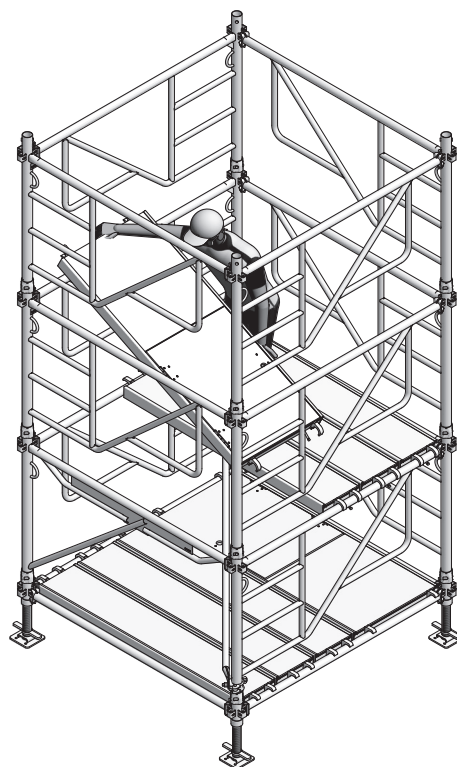

Fig. 12.2
15. Démontez le plateau à trappe du niveau 1, puis le poser au niveau 2 (Fig.12.2).
Le plateau 170/68 à trappe doit être posé de manière à ce que la trappe se soulève vers le cadre, afin que l'échelle intégrée du cadre 100 MT reste toujours accessible (voir page MT-12 Fig. 12.2).